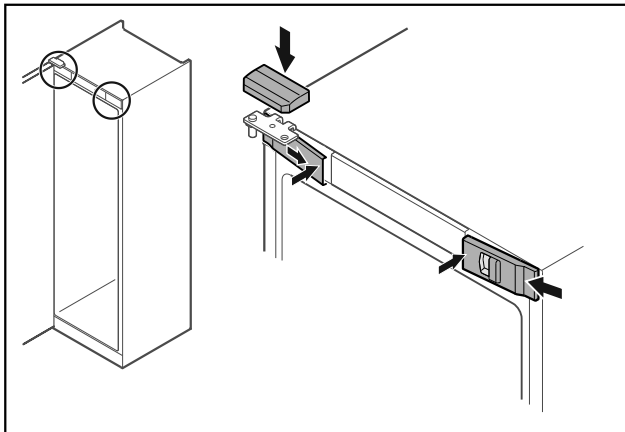

Fig. 51
- ▶ Įkabinkite priekines dengiamąsias plokšteles Fig. 51 (1) šone ir užfiksuokite vidinėje pusėje.
- ▶ Užfiksuokite viršutinę dengiamąją plokštelę Fig. 51 (2) iš viršaus.